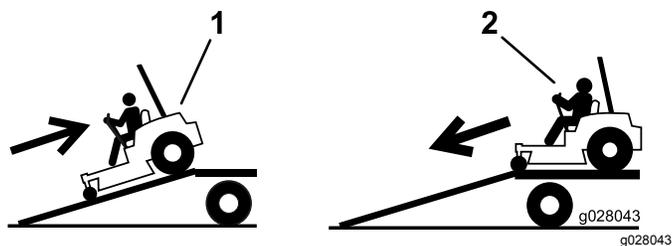

図 35
4. 登りはバックで 図 35。
2. 下りは前進で 図 35。